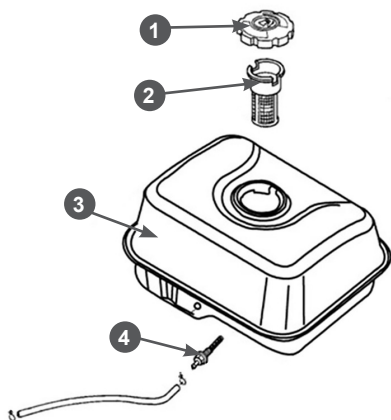

Рис. 29 Топливный бак и топливные фильтры
В топливном баке установлены два сетчатых топливных фильтра. Один фильтр устанавливается в заливной горловине топливного бака. Второй фильтр конструктивно объединен со штуцером топливного бака и установлен внутри бака (Рис. 29).
полностью выработать топливо. Одновременно с очисткой топливного бака необходимо проверить и очистить фильтр 4, установленный внутри бака (Рис. 29). Поврежденный или сильно загрязненный фильтр необходимо заменить.
3. Выкрутите из топливного бака выходной штуцер 4 и произведите его очистку (Рис. 29). Внимательно осмотрите сетчатый фильтр. При обнаружении механических повреждений замените штуцер топливного бака.